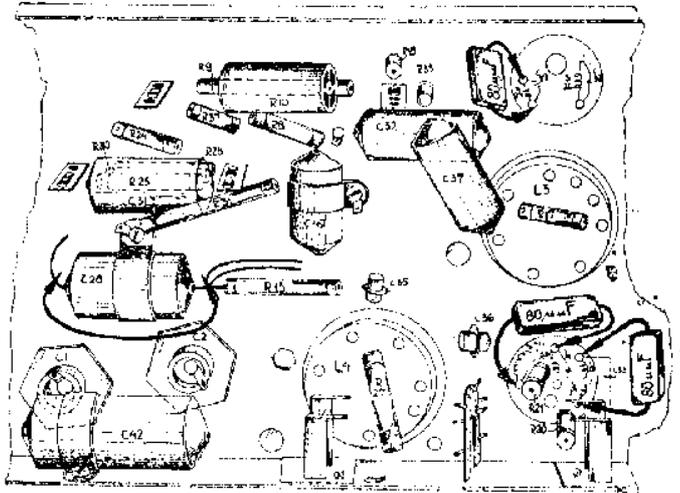
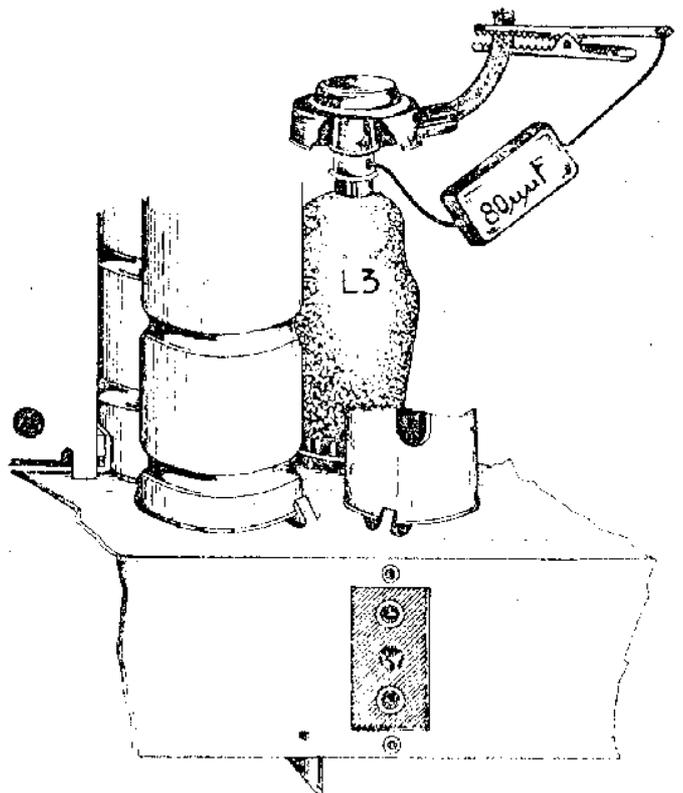
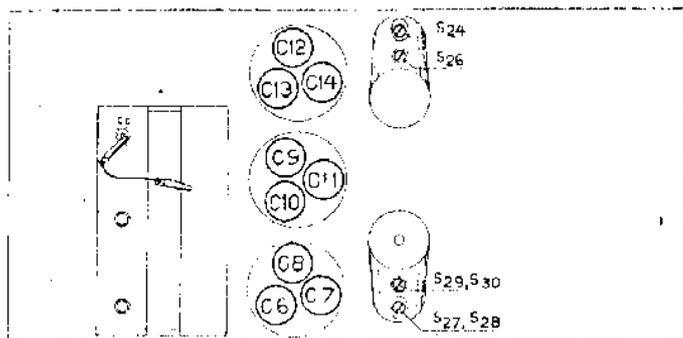

Abb. 1
Abb. 2
Abb. 3
2. Lautstärkereglervoll aufdrehen. Automatische Lautstärkeregelung durch Kurzschluß von C28 ausschalten (siehe Abb. 1).
3. Moduliertes Signal von 468 (472) kHz über einen Kondensator von 32 000 $\mu\mu\text{F}$ an das vierte Gitter von L2 legen.
5. 3. Z.F.-Kreis mit einem Kondensator von $80 \mu\text{F}$ über S27 + S28 verstimmen (Abb. 1). S29, S30 des 4. Z.F.-Kreises abgleichen. (Abb. 3).
6. 4. Z.F.-Kreis mit $80 \mu\text{F}$ über S30 verstimmen (Abb. 1); S27, S28 des 3. Z.F.-Kreises abgleichen. (Abb. 3).
7. 1. Z.F.-Kreis mit $80 \mu\text{F}$ über S24 verstimmen (Abb. 1); S26 des 2. Z.F.-Kreises abgleichen. (Abb. 3).
8. 2. Z.F.-Kreis mit $80 \mu\text{F}$ über S26 verstimmen (Abb. 2); S24 des 1. Z.F.-Kreises abgleichen. (Abb. 3).
5. Nacheinander C13, C10, C7 auf größte Ausgangsleistung abgleichen. (Abb. 3).
8. Oszillator durch Kurzschließen von C5 ausschalten (Abb. 3).
4. Nacheinander C14, C11 und C8 auf größte Ausgangsleistung abgleichen. (Abb. 3).
4. Nacheinander C12, C9 und C6 auf größte Ausgangsleistung abgleichen. (Abb. 3).